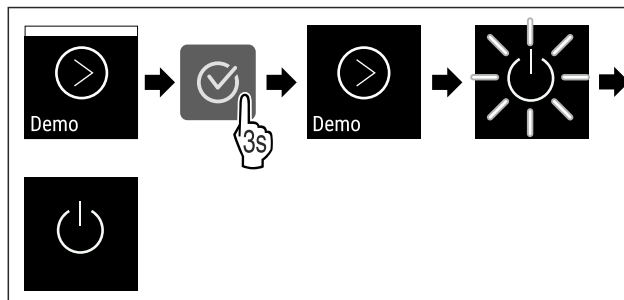

Fig. 91
- ▶ Atlikite veiksmus (žr. Fig. 91) .